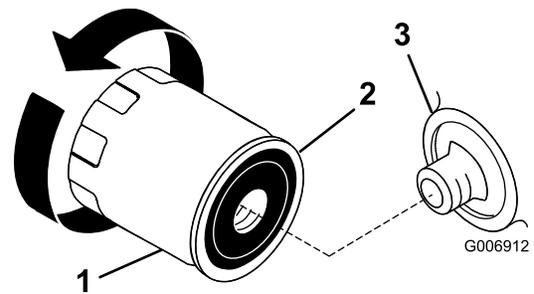

Bild 32
3. Schmieren Sie die Gummidichtung am neuen Ölfilter (Bild 32) mit etwas Frischöl ein.
5. Drehen Sie den Ölfilter nach rechts, bis die Gummidichtung das Filterzwischenstück berührt. Ziehen Sie es dann um eine weitere 1/2 bis 3/4 Umdrehung fester (Bild 32).
- Entfernen Sie den alten Ölfilter und wischen Sie die Oberfläche der Filterzwischenstückdichtung (Bild 32) ab.